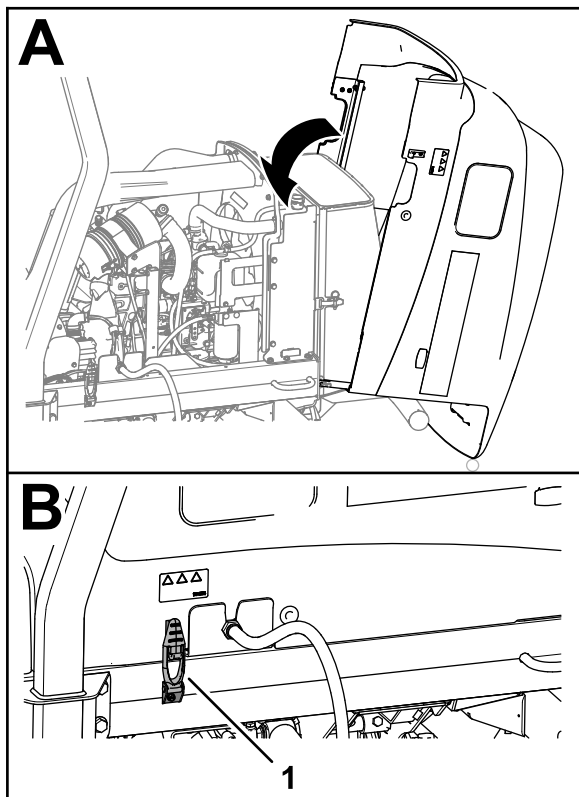

Рисунок 60
1. Осторожно поверните капот, чтобы закрыть его (Рисунок 60).